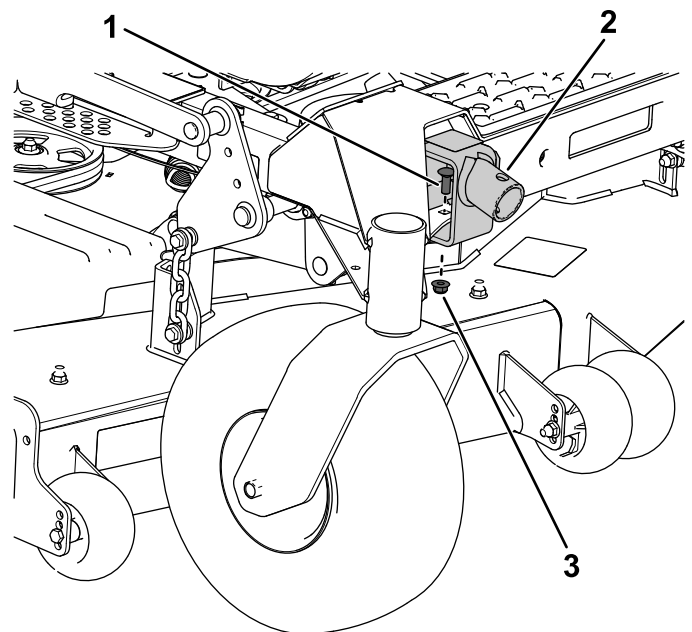

Figura 1
Si está instalado el Kit de ensacador, debe instalar el soporte del gato en el lado derecho del bastidor (Figura 1).
1. Alinee los taladros del soporte del gato con los taladros de la parte delantera del bastidor (Figura 1).
2. Sujete el soporte del gato a la parte delantera y a la cara inferior del bastidor con 2 pernos (3/8" x 1") y 2 contratuercas (3/8"), como se muestra en la Figura 1.